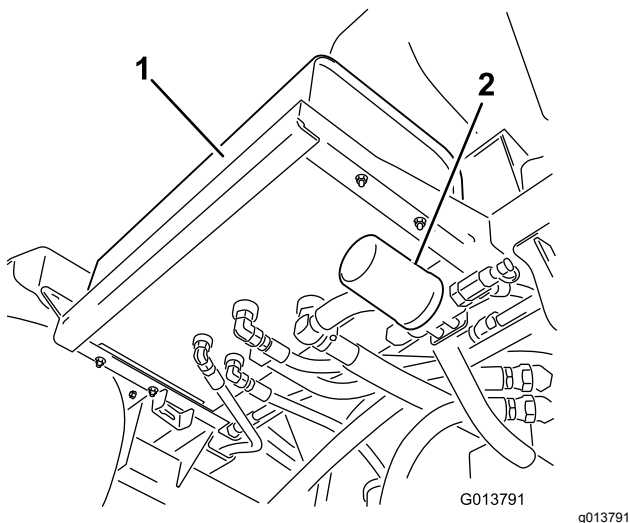
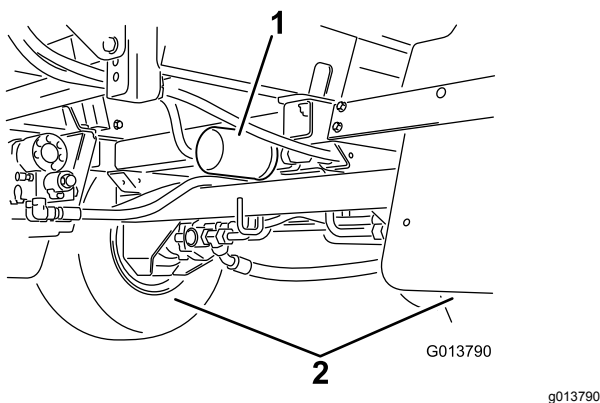

Figure 91
Figure 92
- Localisez les 2 filtres hydrauliques sur la machine (Figure 91 et Figure 92).